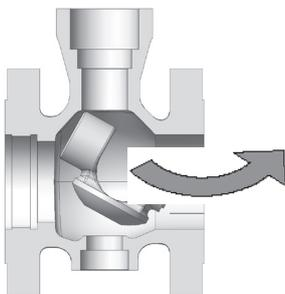

Abb. 5a: Entfernen des Kegels
- 13.6 Entfernen Sie den Kegel aus dem Gehäuse. Siehe Abb. 5a.